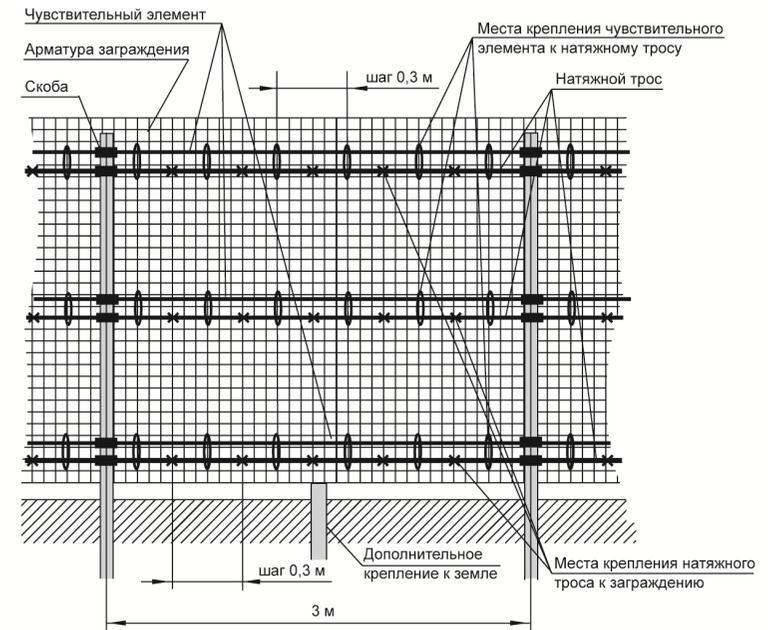

Рис. 6.1 – Заграждение из сварной оцинкованной сетки типа ССЦП
- гибких заграждениях, выполненных из армированной колючей ленты (далее по тексту - АКЛ), сетки ССЦП (сетка сварная), сетки «Рабицы», колючей проволоки и т.п. (см. Рис. 6.1 ÷ 6.4);
К заграждению из сварной оцинкованной сетки типа ССЦП (см. Рис. 6.1) предъявляется следующее требование: сетка должна быть равномерно натянута между опорами заграждения с усилием не менее 100 кг.